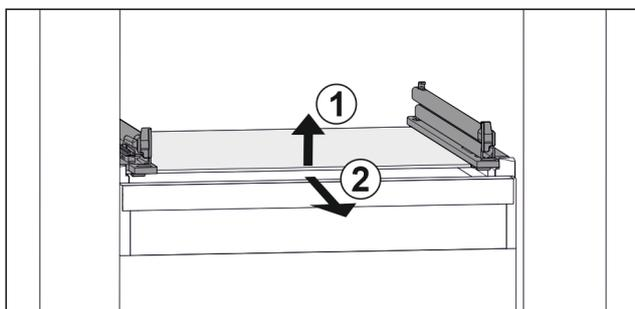

Fig. 94 Príklad zobrazenia sklenenej dosky
- ▶ Nadvihnite sklenenú dosku vpredu. Fig. 94 (1)
- ▶ Odoberte sklenenú dosku dopredu. Fig. 94 (2)